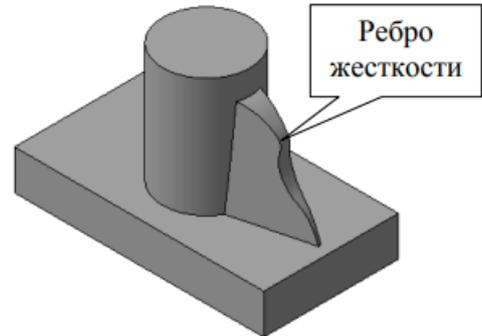

Рис. 6
28. Укажите оптимальную последовательность операций, расположенных на Панели инструментов Редактирование детали, при помощи которой в системе КОМПАС-3D, за минимальное количество времени, можно построить фигурное ребро жесткости с определенным уклоном его боковых граней, расположенное между прямоугольным основанием и цилиндрической бобышкой трехмерной модели детали (см. рис. 6)?